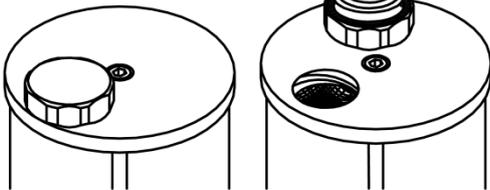

Abb. 8: Behälter 0.8 Liter mit Drehdeckel
- Behälter 0.8 Liter : Drehdeckel (Grobgewinde und O-Ring-Abdichtung) öffnen und Deckel auf oberem Flansch ablegen (Abb. 8, Schutz vor Verlust)